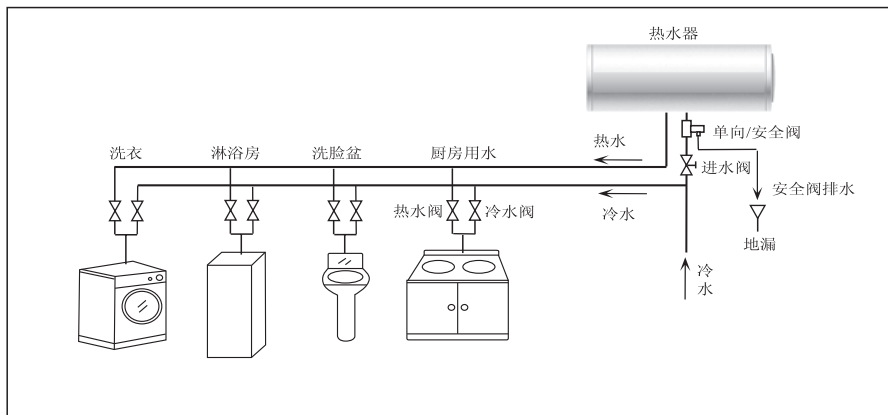

图 5 中央供水连接示意图
- ◆ 如果需要热水器为多个用水点提供热水，可采用图 5 所示的中央供水连接方式。